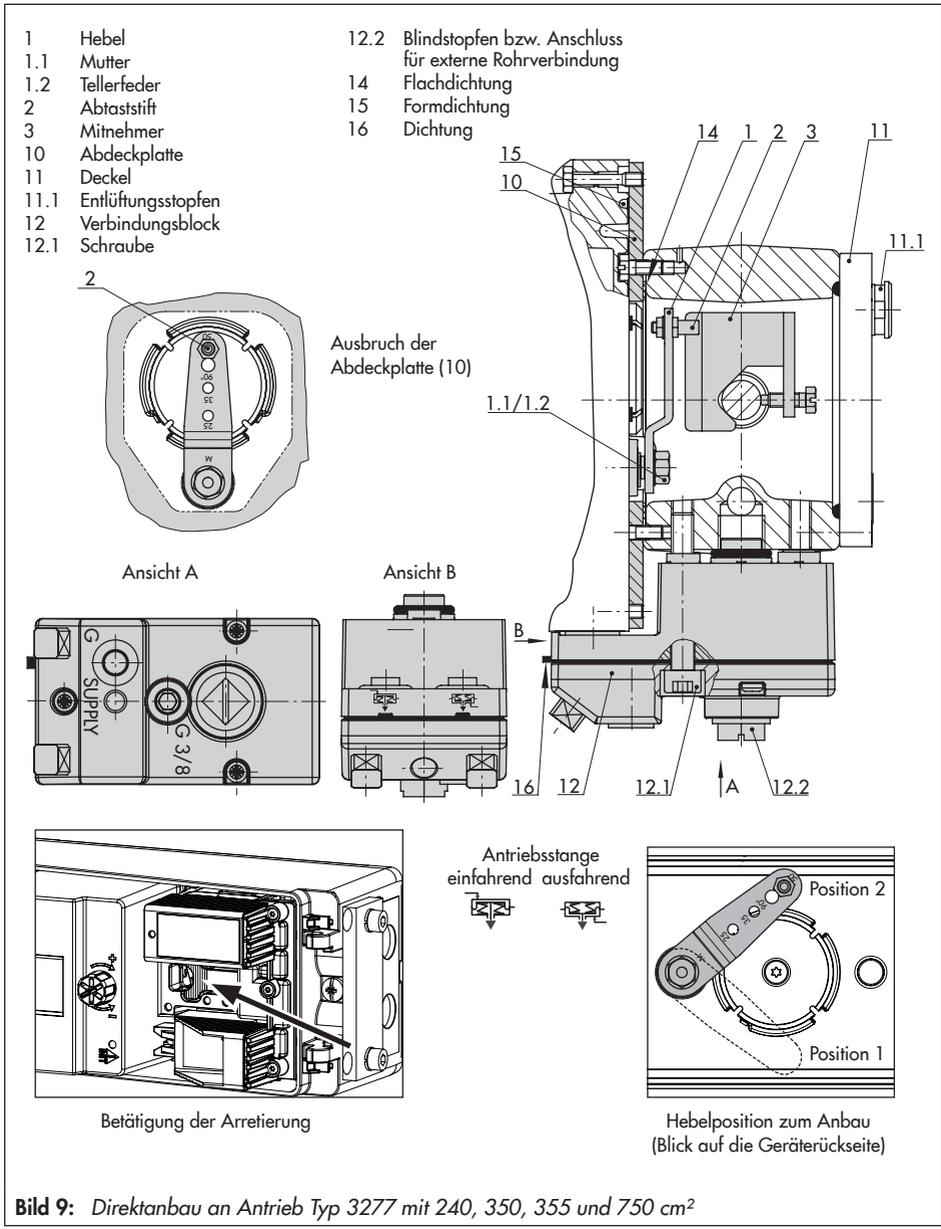

Bild 9: Direktanbau an Antrieb Typ 3277 mit 240, 350, 355 und 750 cm²
- ➔ Antriebe mit 240 bis 750 cm² (Bild 9)
1. Mitnehmer (3) an die Antriebsstange setzen, ausrichten und so festschrauben, dass die Befestigungsschraube in der Nut der Antriebsstange sitzt.
2. Abdeckplatte (10) mit schmaler Seite des Ausbruchs in Richtung zum Stelldruckschluss befestigen, die aufgeklebte Flachdichtung (14) muss zum Antriebsjoch zeigen.
3. Stiftposition des Abtaststifts (2) am Hebel M (1) kontrollieren. Anbausituation den Hubtabellen entnehmen und Stift ggf. umsetzen (vgl. Kap. 5.2).
4. Formdichtung (15) in die Nut des Stellungsreglergehäuses einlegen.
5. Hebel so lange gegen den Uhrzeigersinn drehen, bis die Federkraft spürbar (Position 1) ist und anschließend in die Position 2 (vgl. Bild 9, unten rechts) weiterdrehen.
6. Arretierung der Welle betätigen (vgl. Bild 9, unten links), um Hebel in Position 2 zu halten.
7. Stellungsregler an der Abdeckplatte so aufsetzen, dass der Abtaststift (2) auf der Oberseite des Mitnehmers (3) zu liegen kommt. Der Hebel (1) muss mit Federkraft auf dem Mitnehmer aufliegen.
Am Verbindungsblock den Blindstopfen 12.2, vgl. Bild 9, Seite 45, entfernen und eine pneumatische Verbindung zur Entlüftungsseite des Antriebs herstellen.